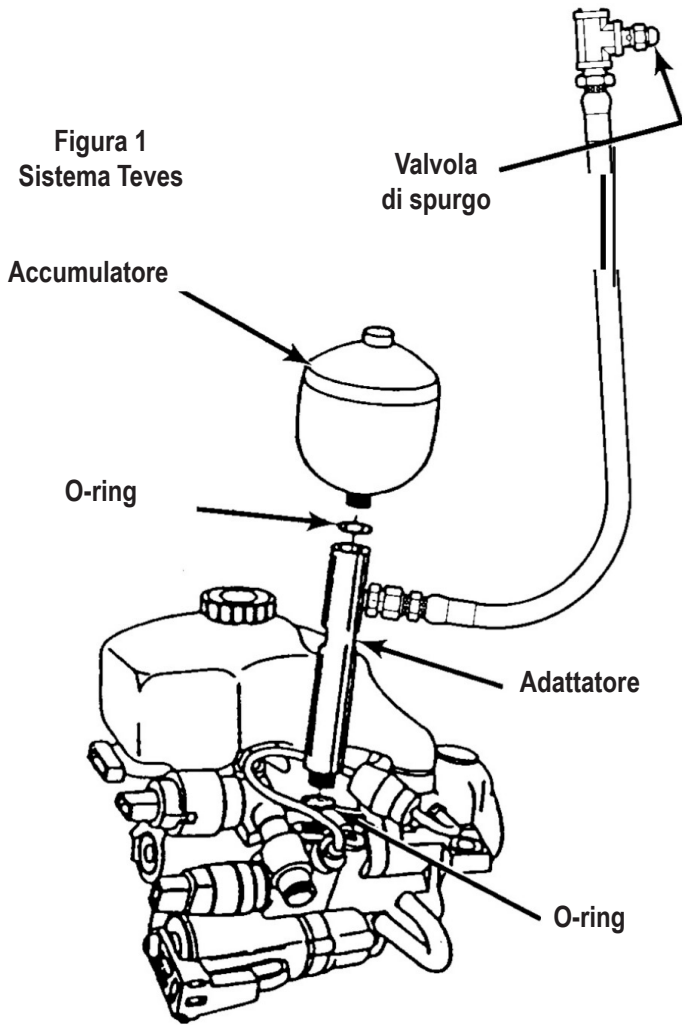

Figura 1
4. **SISTEMI TEVES:** Togliere l'accumulatore (con l'o-ring) dal corpo della pompa. Infilare l'adattatore nel corpo della pompa e posizionare l'accumulatore sull'adattatore come mostrato nella Figura 1.